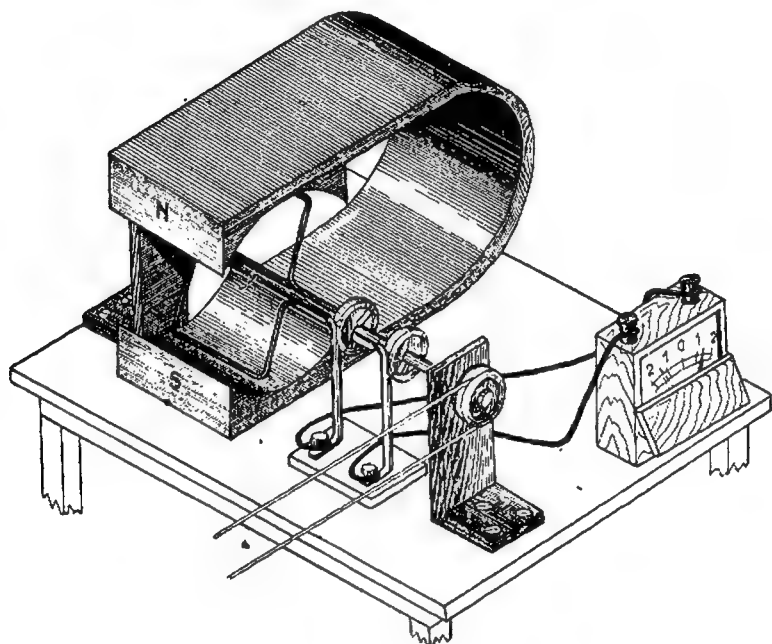

Fig. 126. — Într-o spirală se produce curent alternativ
75. Decalajul curentului. Cu ajutorul mașinii arătate în fig. 126, obținem o tensiune alternativă între cele două lame și un curent alternativ în circuitul care le unește.